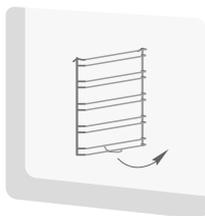

Рис. 3
4. Отсоедините крючок в верхней части и осторожно вытащите направляющие (рис. 3).